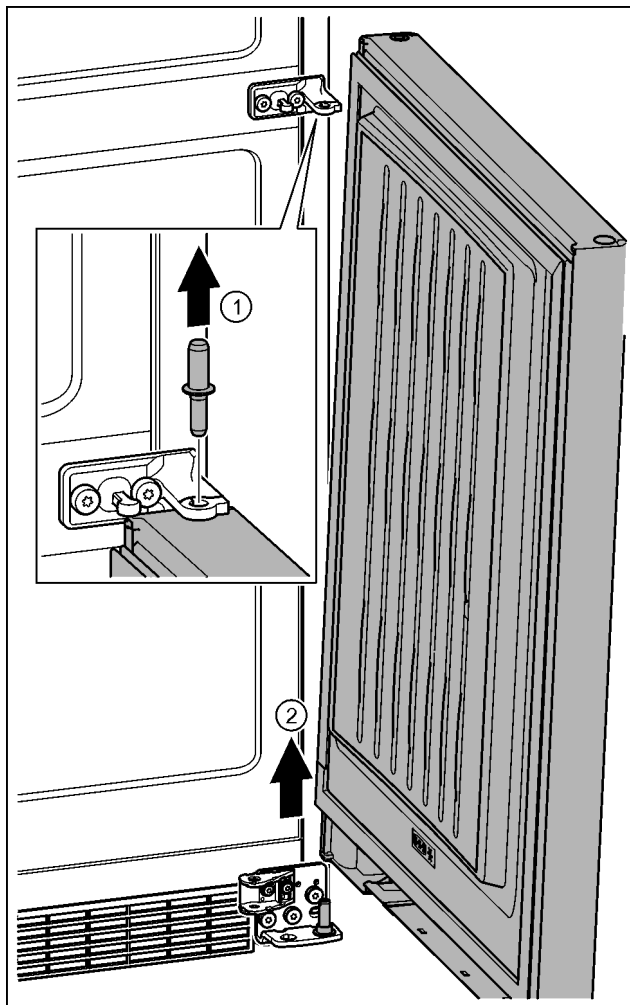

Fig. 22
- ▶ Bolzen nach oben herausziehen. Fig. 22 (1)
- ▶ Tür herausschwenken, nach oben ziehen und beiseite stellen. Fig. 22 (2)